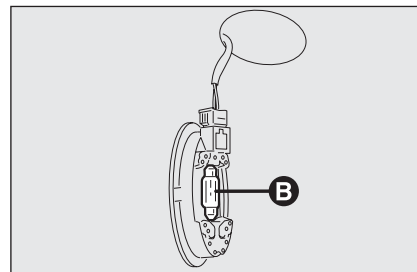

fig. 39
- ☐ sustituya la lámpara **B-fig. 39** soltándola de los contactos laterales asegurándose que la nueva lámpara esté bloqueada correctamente entre los mismos contactos;